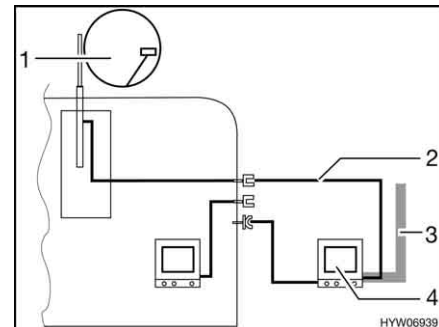

Bild 178 TV i förtältet
- TV i förtältet (Bild 178,4): Anslutning till takantenn (Bild 178,1) med anslutningskabel (Bild 178,2)
- TV i förtältet (Bild 178,4): Anslutning till extern antenn (Bild 178,3)